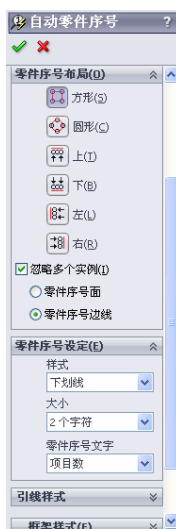
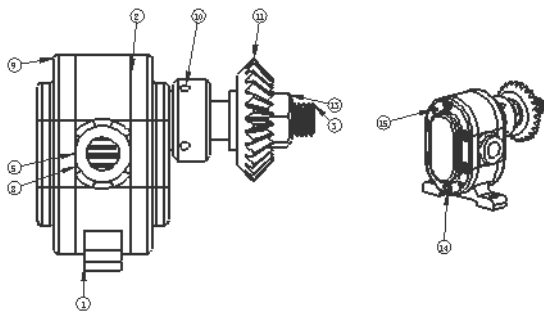

图 15-54 自动零件序号设置框
图 15-55 自动生成的零件序号
① 单击菜单栏中的“插入”→“注解”→“自动零件序号”命令，或者单击“注解”工具栏中的“自动零件序号”按钮，在图形区域分别单击右视图和轴测图将自动生成零件的序号，零件序号会插入到适当的视图中，不会重复。在弹出的属性管理器中可以设置零件序号的布局、样式等，参数设置如图 15-54 所示，生成零件序号的结果如图 15-55 所示。